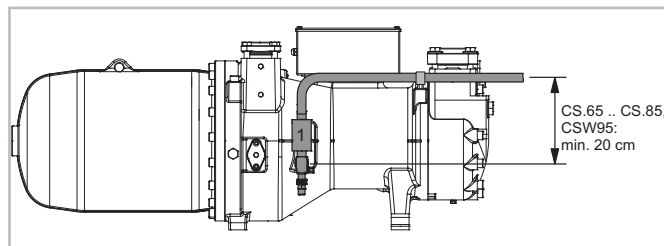
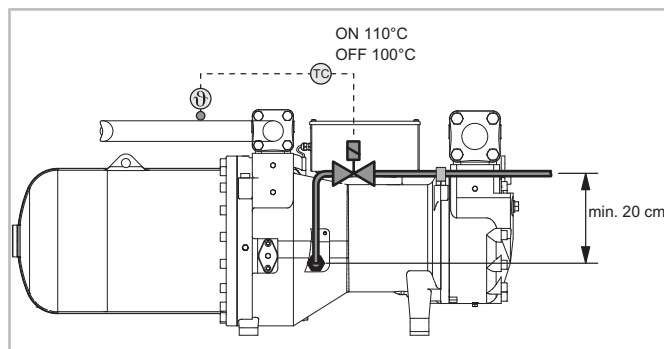

Abb. 5: Rohrleitung der ECO-Sauggasleitung am Verdichter
Abb. 6: Rohrleitung für Kältemittelspritzung (LI) mit Kältemittelspritzventil
Optionale Leitungen für Economiser (ECO) (nicht bei CSW95), siehe Abbildung 5, Seite 17 und/oder Kältemittelspritzung (LI), siehe Abbildung 6, Seite 17 müssen vom Anschluss aus zunächst nach oben geführt werden. Dies vermeidet Ölverlagerung und Beschädigung der Komponenten durch hydraulische Druckspitzen (vgl. Handbuch SH-170).